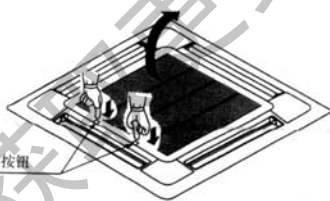

图1
1. 先按下回风格栅按钮, 然后再提起按钮的一端。(参照图1)